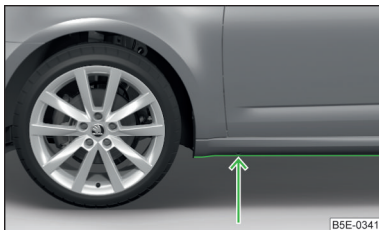

Fig. 237
- Înainte de traversarea zonei inundate, stabiliți adâncimea apei. Nivelul apei poate să ajungă maxim până la marginea inferioară a pragului » fig. 237.